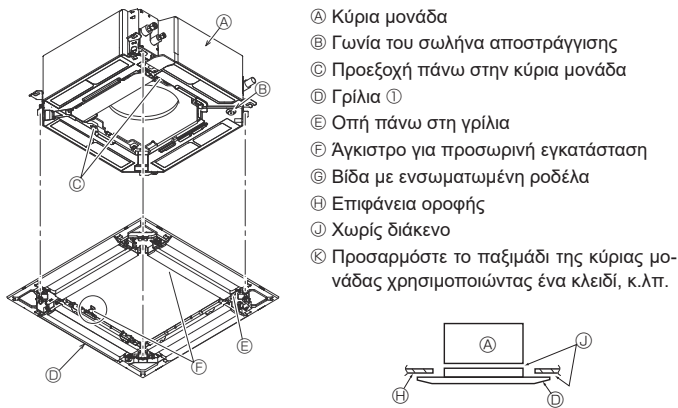

Fig. 9-6
9.4.2. Προσωρινή εγκατάσταση της γρίλιας (Fig. 9-6)
- Σφίγγοντας τις προεγκατεστημένες βίδες, στερεώστε τη γρίλια πάνω στην κύρια μονάδα. (Fig. 9-6)
Βεβαιωθείτε ότι δεν υπάρχει διάκενο ανάμεσα στην κύρια μονάδα και τη γρίλια ή ανάμεσα στη γρίλια και την επιφάνεια της οροφής. (Fig. 9-6)